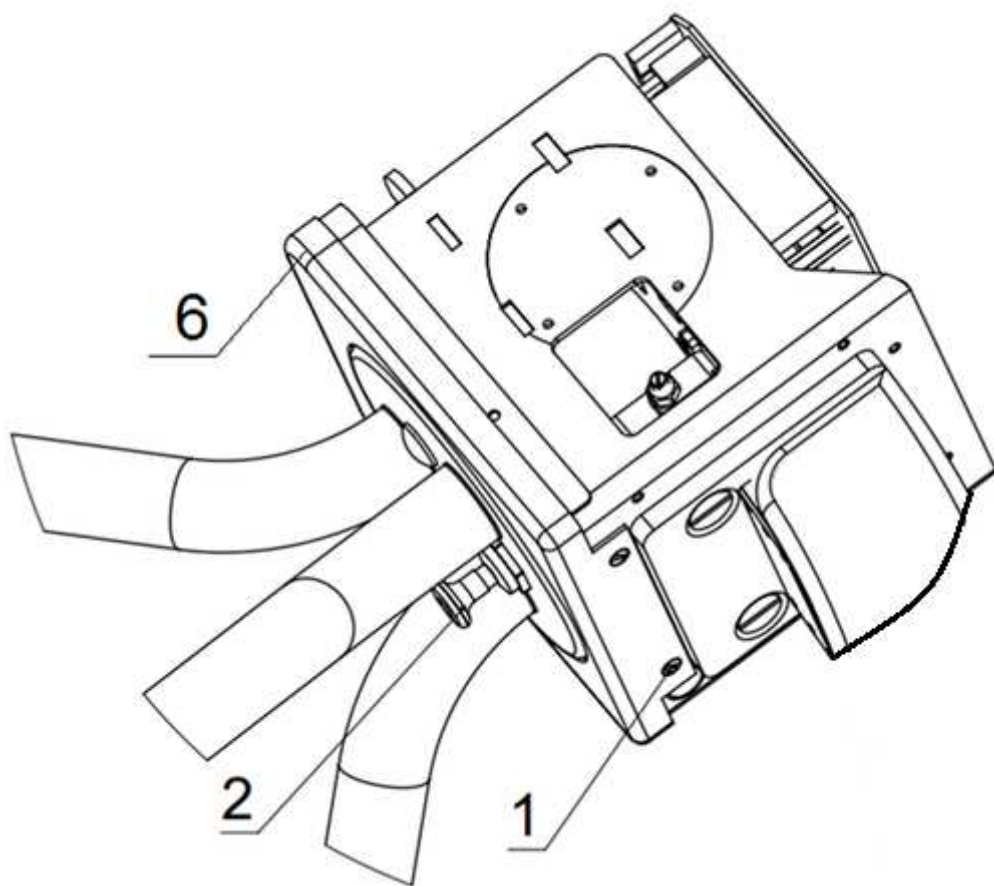

Рис.6
1. Снять нижнюю декоративную панель открутив два винта 1 (рис.6)